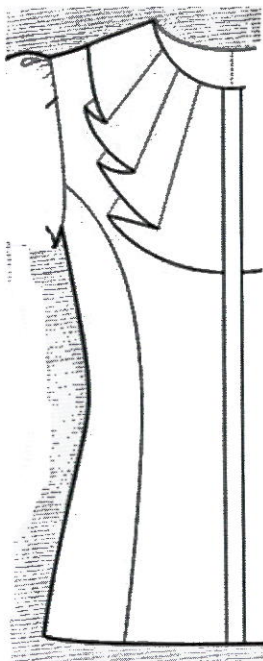

Рисунок 1 – Фрагмент блузки. Обработка полочки
Третий этап: Изготовление (пошив) образца фрагмента заданной модели (стр. 7, рис. 1) женской блузки.
1) *Внешний вид фрагмента заданного изделия должен полностью соответствовать техническому рисунку модели и художественно-техническому описанию (стр. 3, табл.1) и рисунку фрагмента(стр. 7, рис. 1).*